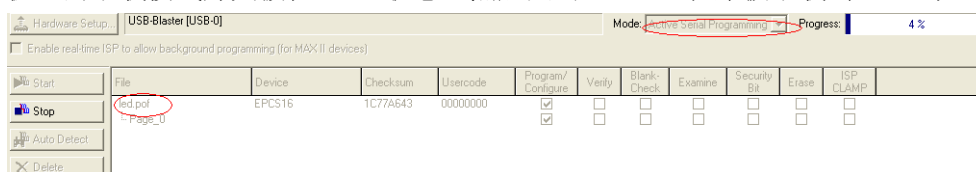

图 40 AS 方式程序下载界面
- 2) 如果需要下载 .pof 文件，首先点击 Delete 选项将 .sof 文件从 Programmer 中删除，然后点击 Add File 选择 .pof 文件，将模式(Mode)改为 Active Serial，如图 40。注意此时要将目标板上的下载模式开关拨在 PRG 状态，然后点击 Start，程序被下载到 EPCS 中。